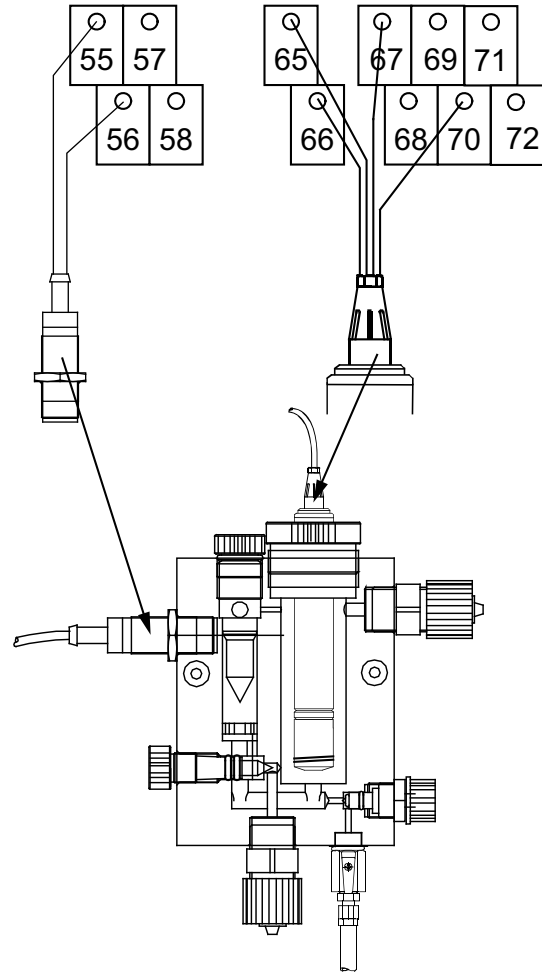

Fig. 10 Branchement au bloc de raccordement de l'Oxiperm Pro, jusqu'à la version du logiciel V0.19
- Raccorder à la cellule de mesure le câble tétrapolaire à branchement à vis. Voir fig. 10.